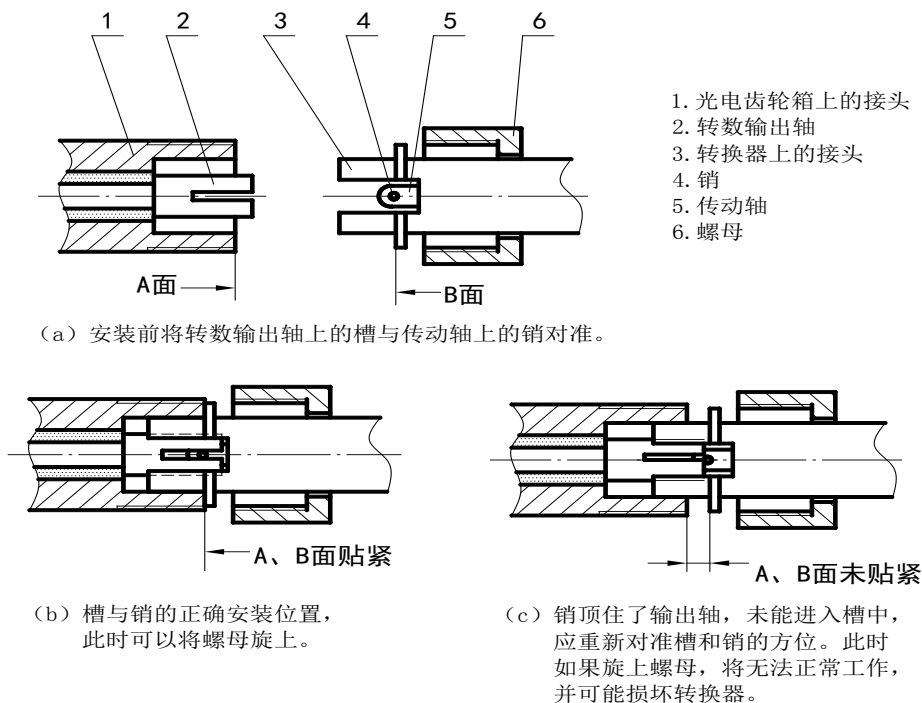

图 6 光电式电脉冲转换器安装示意图
- c) 细心地将转换器安装到流量计光电齿轮箱的接头上，如图 6 所示。为了保证转换器传动
轴上的销进入转数输出轴上的槽中，应事先将销、槽方位对准（见图 6.a），轻轻地将光电转换器的接头插入接口孔中。如图 6.b 中所示 A、B 两面贴住表明销已进入槽中，然后将螺母旋上，固定光电转换器。如果 A、B 未能贴住（如图 6.c 所示），说明销顶住了槽，应取出转换器重新安装。